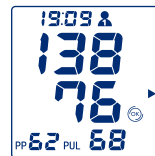

Imagen 4
- En la pantalla se muestran los valores determinados de sístole, diástole, pulso y presión de pulso (PP) (imagen 4).